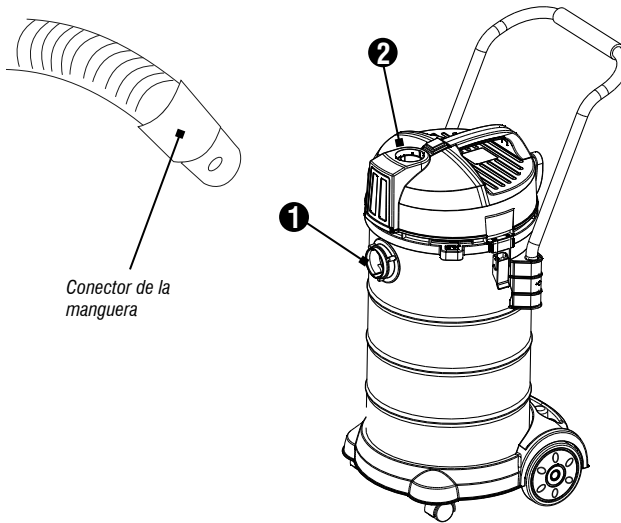

Fig. 7 – Conectando la manguera en la aspiradora
- Encaje el conector de la manguera en la boquilla de la conexión de acuerdo a lo mostrado en la Fig. 7;